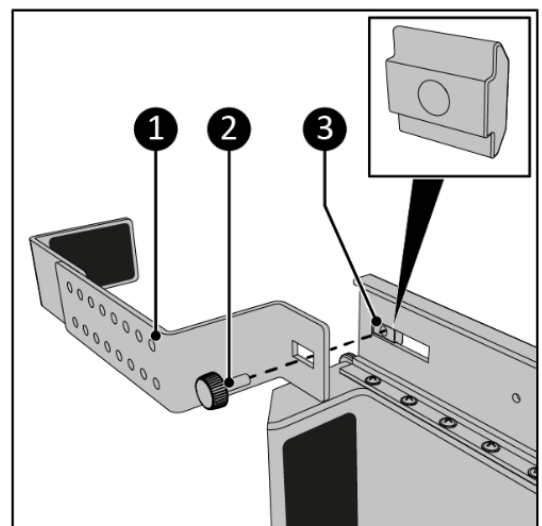

Figura 10.
7. Înșurubați piulița culisantă(**7**)(Imagine 10, articolul 3) la șina principală în poziția frontală (Figura 10, articolul 1). Asigurați-vă că șurubul cu aripă (Figura 10, articolul 2) este atașat la piulița glisantă.